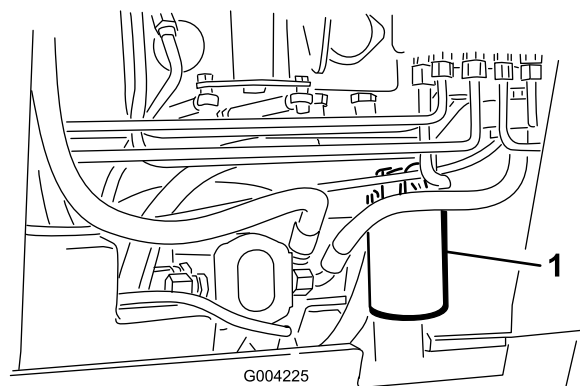

Figura 61
4. Coloque un recipiente debajo del filtro (Figura 61).
5. Retire el filtro usado (Figura 61) y limpie con un paño la superficie de la junta del adaptador del filtro.
7. Instale el filtro hidráulico nuevo en el adaptador del filtro (Figura 61). Apriete el filtro en el sentido de las agujas del reloj hasta que la junta de goma entre en contacto con el adaptador del filtro, luego apriete el filtro $\frac{3}{4}$ de vuelta más.